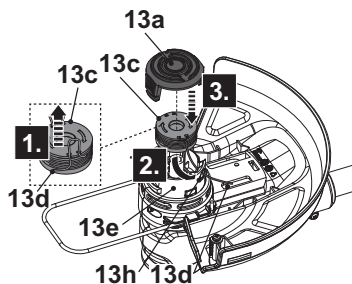

Fig. 27
6. Dégagez le fil de coupe (13d) des encoches et maintenez-le en place. Évitez que le fil de coupe (13d) dépasse de la bobine (13c) (Fig. 27, étape 1).
7. Faites passer le fil de coupe (13d) par l'œillet (13h) du boîtier (13e) (Fig. 27, étape 2).
8. Insérez la bobine (13c) dans le boîtier (13e) (Fig. 27, étape 3). Tournez la bobine (13c) jusqu'à ce qu'elle s'enclenche bien.